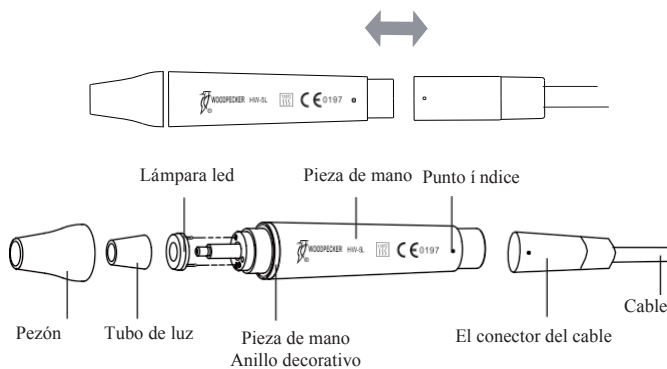

Figura 5
① No tire de la pieza de mano cuando se pisa el interruptor de pie y la máquina produce vibración ultrasónica.
② No elija el modo seco a menos que sea necesario en el tratamiento, no haga que la máquina funcione en modo seco durante mucho tiempo. Los dientes se lastimarán si la pieza de mano y las puntas se sobrecalientan durante el tratamiento.
2.1.2 Instrucciones para los componentes principales de la pieza de mano desmontable (Ver Figura 5):